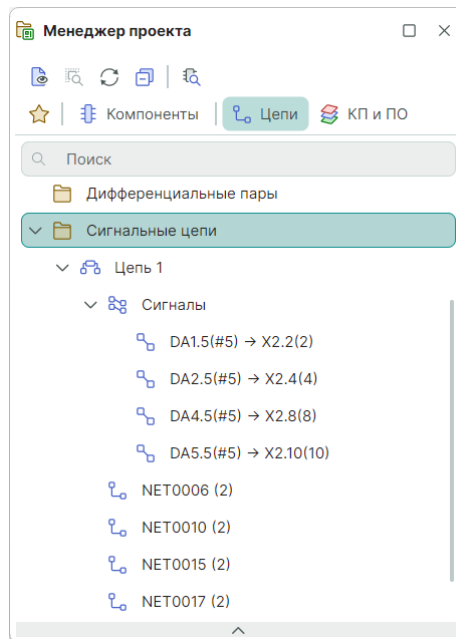

Рис. 387 Сигналы в панели «Менеджер проекта»
3. Выделите на печатной плате сигнал. Список всех существующих сигналов доступен в панели «Менеджер проекта» → «Цепи» → «Сигнальные цепи», см. Рис. 387.